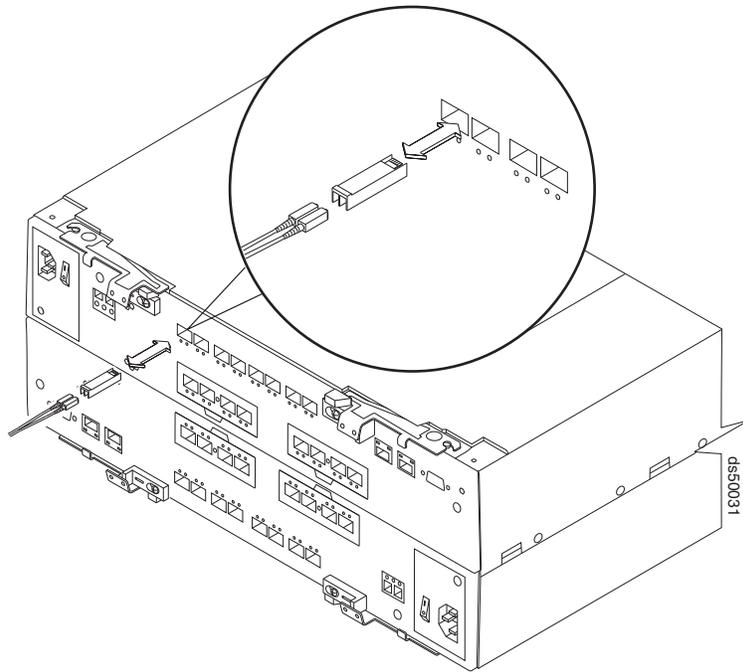

图 69. 在 DS5100 和 DS5300 中安装 SFP 模块和 LC-LC 电缆
1. 将 SFP 模块安装到存储子系统背面的驱动器小型集线器端口中（如第 100 页的图 69 中所示）。